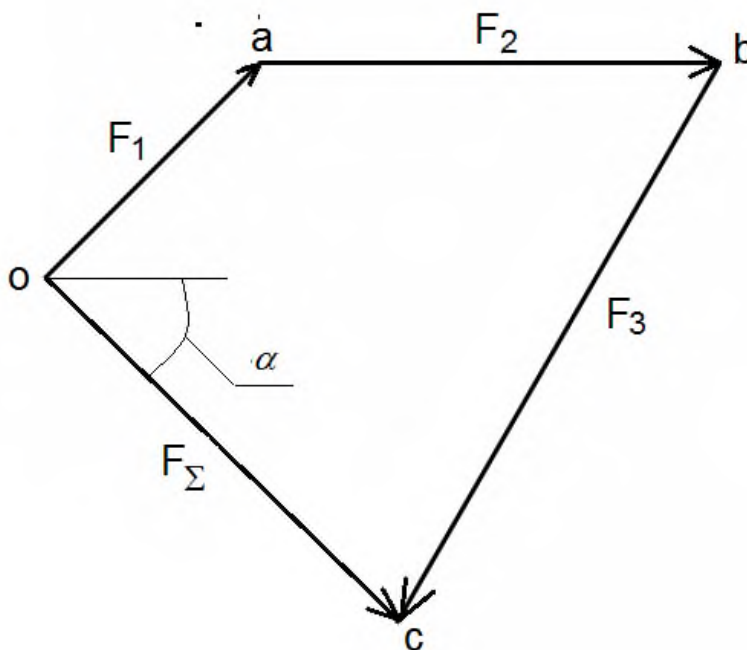

Рисунок 1.3
3. Строим силовой многоугольник (рисунок 1.3). Из произвольной точки **о** откладываем отрезок **оа**, изображающий вектор силы F_1 . Следует помнить, что силы необходимо строить так, как они заданы на рисунке, т.е. с учетом расположения сил под определенными углами и с учетом их направления. К концу отрезка **оа** (сила F_1) достраиваем отрезок **аб**, изображающий вектор силы F_2 . Далее к концу отрезка **аб** достраиваем отрезок **bc**, изображающий вектор силы F_3 . Проводим равнодействующую силу – это будет вектор, выходящий из начала первого вектора (точки **о**) и идущий в конец последнего вектора (к точке **с**)